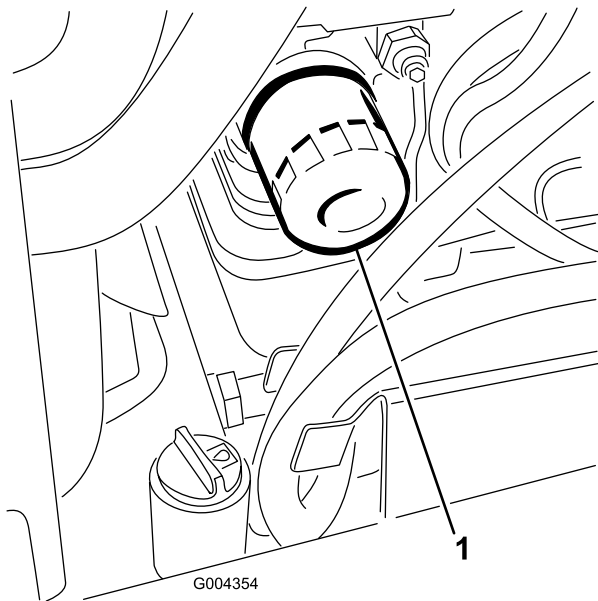

Bild 37
3. Entfernen Sie den Altfilter (Bild 37) und wischen Sie die Dichtfläche am Anbaustutzen ab.